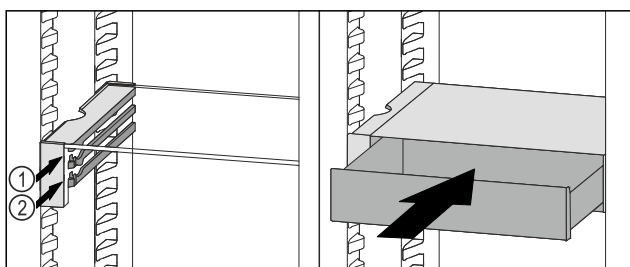

Fig. 103
- Placera VarioSafe-lådan bakom stoppklackarna på önskad list Fig. 103 (1) eller Fig. 103 (2).